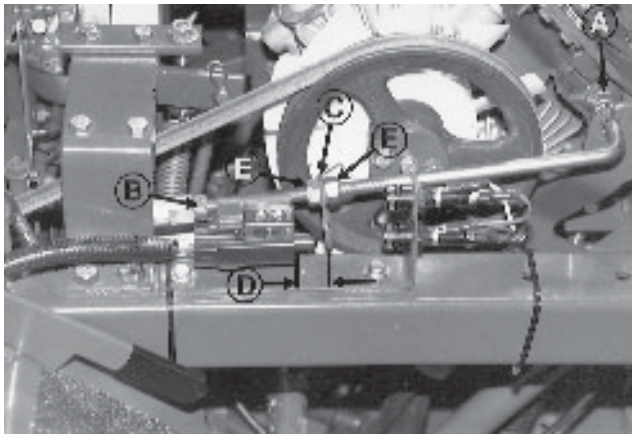
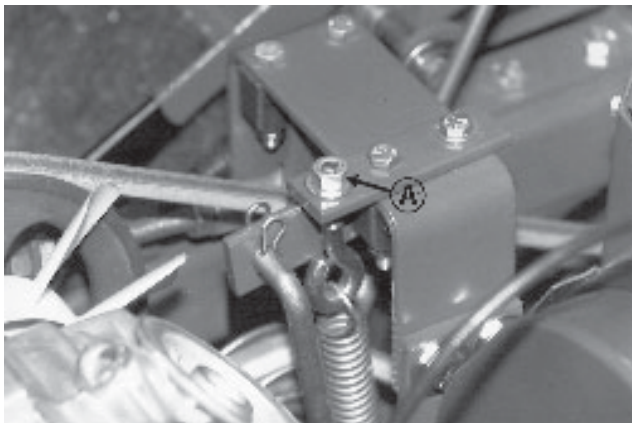

Fig.12
Fig.13
H - PTO ENGAGEMENT ROD - BELT TENSION (Fig.12)
I - PTO SWITCH (Fig.12)
J - PTO LEVER POSITION (Fig.12 & 13)
2. Disengage PTO. PTO lever should be pulled toward the operator until PTO belt stops and the handle remains in a rearward position. Adjust at "B" Figure 12, and at "A" Figure 13. This adjusts the over-center stop so PTO stays disengaged with the lever back.
H - KRACHTAFNEMER INSCHAKELSTANG - RIEMSPANNING (Afb.12)
I - KRACHTAFNEMER SCHAKELAAR (Afb. 12)
J - KRACHTAFNEMER HEFBOOM STAND (Afb.12 en 13)
2. De krachtafnemer loskoppelen. De hefboom van de krachtafnemer moet naar de operator worden toegetrokken tot de riem van de krachtafnemer stopt en de hefboom in de achteruitstand blijft staan. Afstellen bij "B" Afbeelding 12, en bij "A" Afbeelding 13. Hierdoor wordt de over-center aanslag zo afgesteld dat de krachtafnemer bij achteruitgetrokken hefboom ontkoppeld blijft.
H - TIGE D'ENGRENEMENT DE PRISE DE FORCE - TENSION DE COURROIE (Fig.12)
I - CONTACTEUR DE PRISE DE FORCE (Fig.12)
J - POSITION DU LEVIER DE PRISE DE FORCE (Fig.12 & 13)
2. Désengrenez la prise de force. Le levier de prise de force doit être tiré vers l'utilisateur, jusqu'à ce que la courroie de prise de force s'arrête et que la poignée reste en position arrière. Réglez au repère «B» Figure 12, et «A» Figure 13. Ceci permet de régler la butée de passage brusque pour que la prise de force reste désengrenée lorsque le levier est poussé.